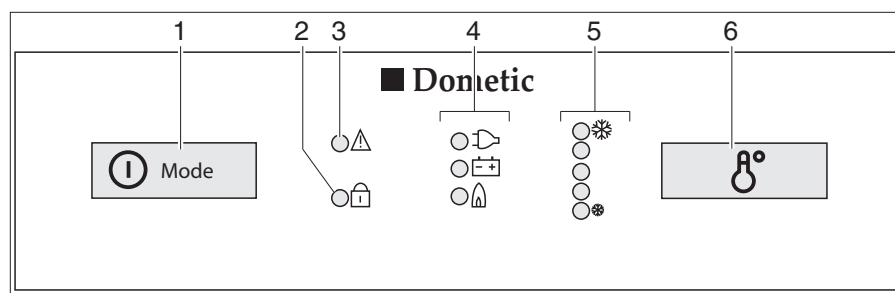

Fig. 352 Elementi di comando per il frigorifero (serie Dometic 8 con SMSE)
- Premere l'inseritore/selettore di energia (Fig. 352,1) per 2 secondi, per accendere l'apparecchio. Il LED dell'ultima modalità di funzionamento prescelta si accende.
- Eventualmente premere più volte e brevemente l'inseritore/selettore di energia (Fig. 352,1), fino a quando l'indicazione di funzionamento GAS "🔥" si accende. L'alimentazione del gas è ora aperta. L'accensione avviene automaticamente. È udibile un ticchettio fino a quando procedura di accensione non è stata portata a termine.
- Impostare la temperatura di refrigerazione con l'interruttore per la regolazione della temperatura (Fig. 352,6).
- Eventualmente premere più volte e brevemente l'inseritore/selettore di energia (Fig. 352,1), fino a quando l'indicazione di funzionamento a 230 V " si accende.
- Eventualmente premere più volte e brevemente l'inseritore/selettore di energia (Fig. 352,1), fino a quando l'indicatore di funzionamento a 12 V " si accende.